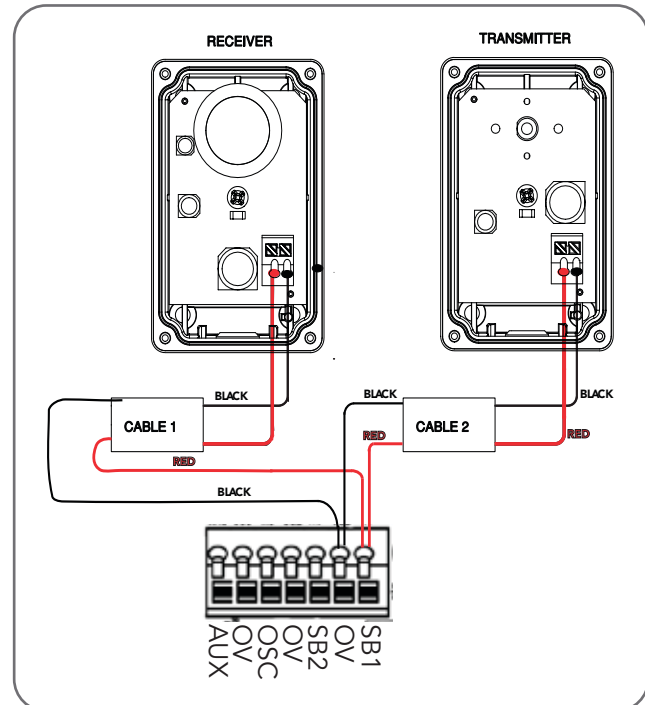

Fig.6.4.2
- Wire the PE Beams as per Wiring Diagram (Fig. 6.4.2).
WARNING: Connect the Safety Beam as per diagram in Fig 6.4.2. Tampering with the Safety Beam could result in serious personal injury and/or property damage and will void the warranty.
AVERTISSEMENT: Raccordez le faisceau de sécurité conformément au schéma Fig. 6.4.2. Saboter le faisceau de sécurité présente un risque de blessure corporelle grave et/ou de dommages matériels, et annule la garantie.